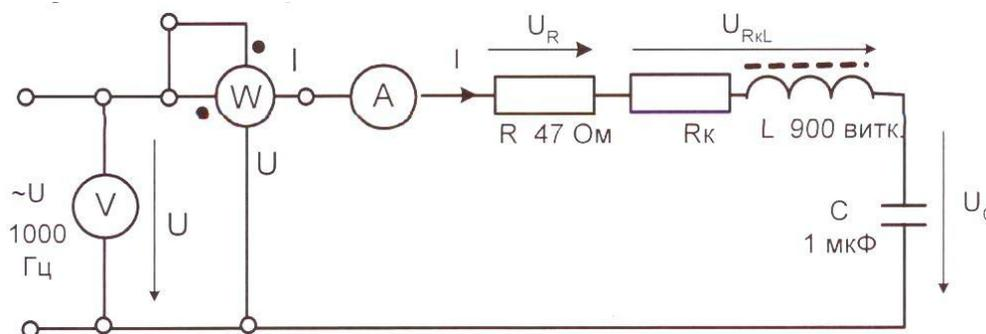
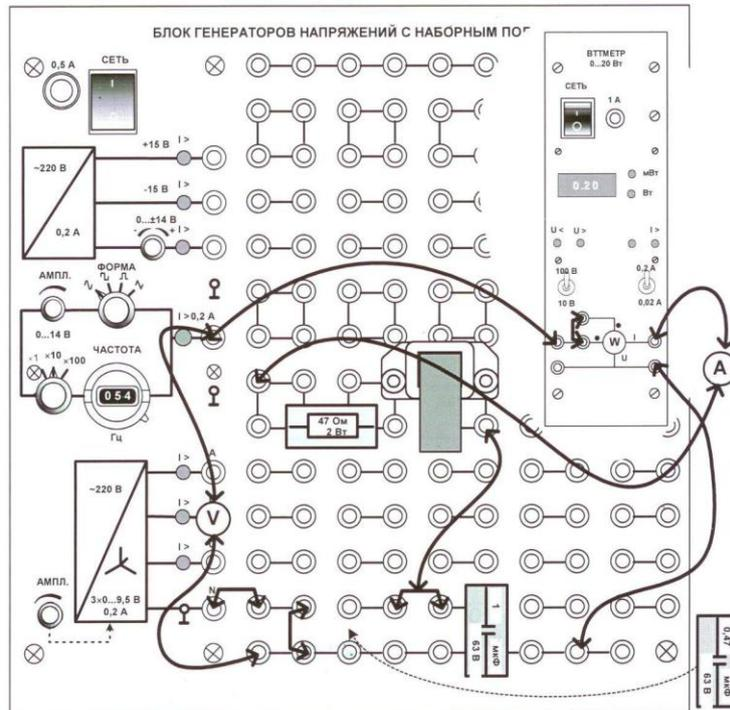

Рис. 6.1. Принципиальная схема электрической цепи
Рис. 6.2. Монтажная схема
5.2. Соберите цепь с резистором  $R = 47 \text{ Ом}$ , катушкой индуктивности 900 витков, которая имеет активное сопротивление  $R_K$  индуктивность  $L$ , и конденсатором  $C = 1 \text{ мкФ}$ . Принципиальная схема электрической цепи показана на рис. 6.1, а монтажная – на рис. 6.2.